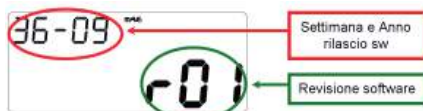

Fig. 17
- Ia página (cada vez que se conecta con la batería del vehículo): Versión y fecha de lanzamiento del software (durante aprox. 3 segundos) (fig. 17).
- Visualización de las pantallas como se indica en las fig. 17 y fig. 19 durante aprox. 3 seg.